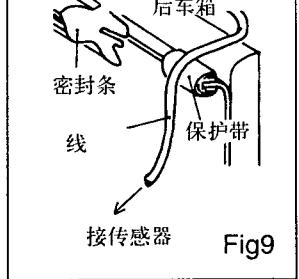

Fig9
- 传感器线引入后车箱后如果引线是从密封条下穿过，请在线上裹层保护带，如图9所示。